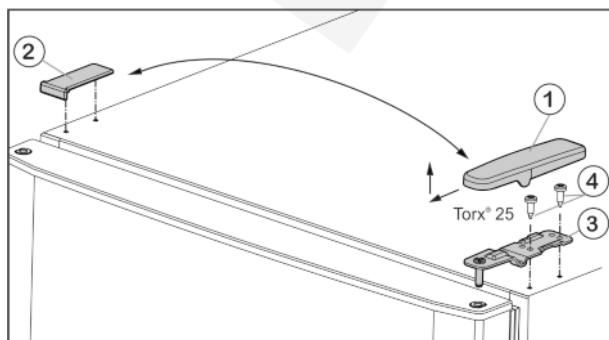
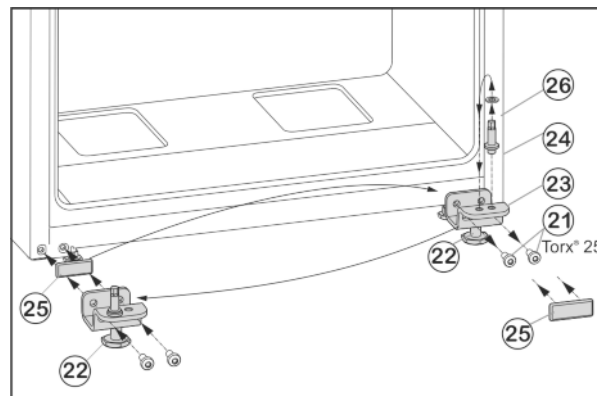

Fig. 5
Fig. 7
- ▶ Előre és felfele húzza le a fedelet Fig. 5 (1).
- ▶ Emelje le a fedelet Fig. 5 (2).
- ▶ Csavarozza le az Fig. 5 (3) felső csapágybakját (2 x Torx® 25, Fig. 5 (4)), és felfele húzza le.
- ▶ Tekerje le a rögzítőcsavarokat Fig. 7 (21).
- ▶ Vegye le a teljes alsó csapágybakot Fig. 7 (23) a csapzeggel Fig. 7 (24), az alátétet Fig. 7 (26) és a beállító lábbal Fig. 7 (22).
- ▶ Csavarozza le a teljes csapágybakot Fig. 7 (24) az alátétet Fig. 7 (26), helyezze át a csapágybak túloldali felvő furatába, és csavarozza vissza.
- ▶ Óvatosan vegye le a fedőlemezt Fig. 7 (25), és helyezze át az ellenkező oldalra.
- ▶ A teljes alsó csapágybakot *Fig. 7 (23)* a csapszeggel *Fig. 7 (24)*, az alátéttel *Fig. 7 (26)* és a beállító lábbal *Fig. 7 (22)* a csuklópánt új oldalán **erősen (4 Nm-es nyomatékkal)** csavarozza vissza, adott esetben egy akkus csavarhúzó használatával.
- ▶ Az alsó ajtót felülről helyezze a csapszegre *Fig. 7 (24)*.
- ▶ A középső csapágybakot (13) 180°-kal elfordítva csavarozza be az alsó ajtóba rögzítőcsavarokkal (11) (2 db Torx® 25) **erősen (4 Nm-es nyomatékkal)** az új csuklópánt oldalára.
- ▶ Helyezze vissza a műanyag alátéteket (10).
- ▶ A felső ajtót helyezze a középső csapágybakra (13).
- ▶ A felső csapágybakot *Fig. 5 (3)* helyezze a csuklópánt új oldalán az ajtóba.
- ▶ A felső csapágybakot **erősen (4 Nm-es nyomatékkal)** csavarozza fel – (2 db Torx® 25) *Fig. 5 (4)*. Adott esetben használjon akkus csavarhúzót.
- ▶ A fedelet *Fig. 5 (1)* kívülről helyezze fel az ellenkező oldalra és pattintsa be.
- ▶ A fedelet *Fig. 5 (2)* mindig felülről helyezze fel az ellenkező oldalra és pattintsa be.
- ▶ Tekerje ki az állítólábat *Fig. 7 (22)* az alsó csapágybakból *Fig. 7 (23)*, míg hozzá nem ér a talajhoz.